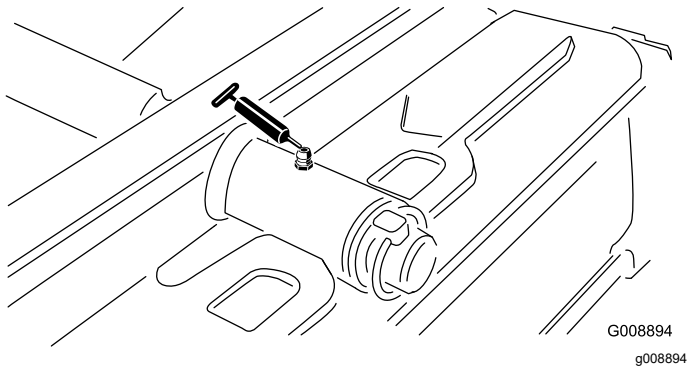

Figure 37
- Pivot de plateau de coupe arrière (Figure 37)